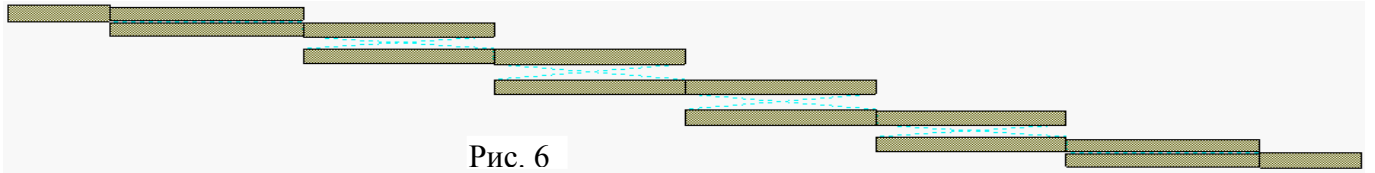

Рис. 6
1. Откройте окно схемы и щёлкните по значку New Schematic Layout View на панели инструментов. Выделите все элементы созданной топологии и щёлкните по значку Snap Together на панели инструментов, чтобы упорядочить топологию. Она будет иметь вид рис.6.